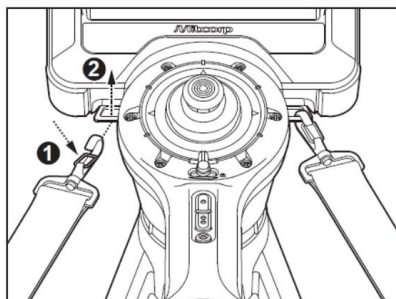

図5
1. ショルダーストラップをモニターの両フックホールに取り付けてください。(図5)